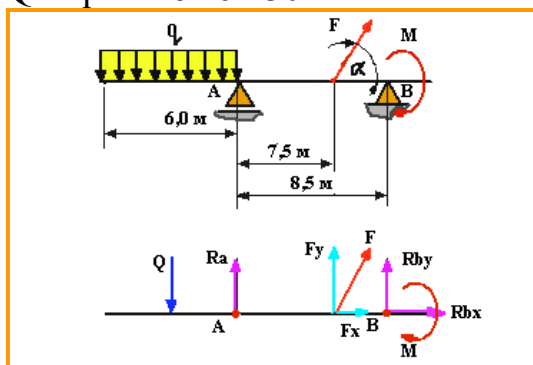

Рисунок 3.1
3.Составим расчётную схему (рис.3.1)